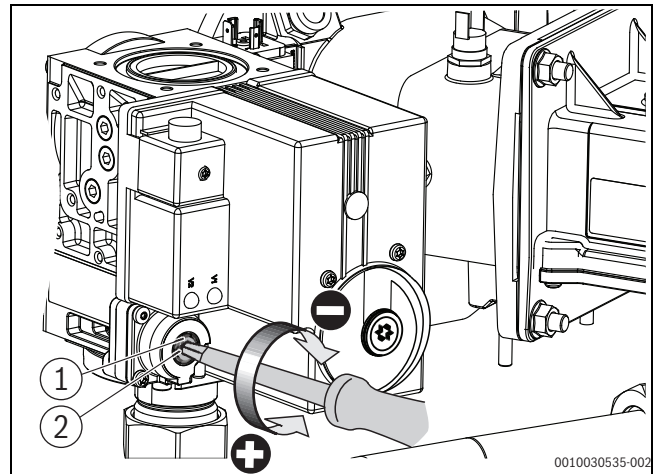

Bild 8 O₂-Gehalt bei Teillast einstellen (Kesselgröße 150 [bis V03] – 300 kW)
- ▶ Verschlusssschraube an der Gasarmatur herausdrehen (→Bild 8).
- ▶ O₂-Wert an der Teillast-Einstellschraube auf 5,4 % einstellen (→Bild 8).